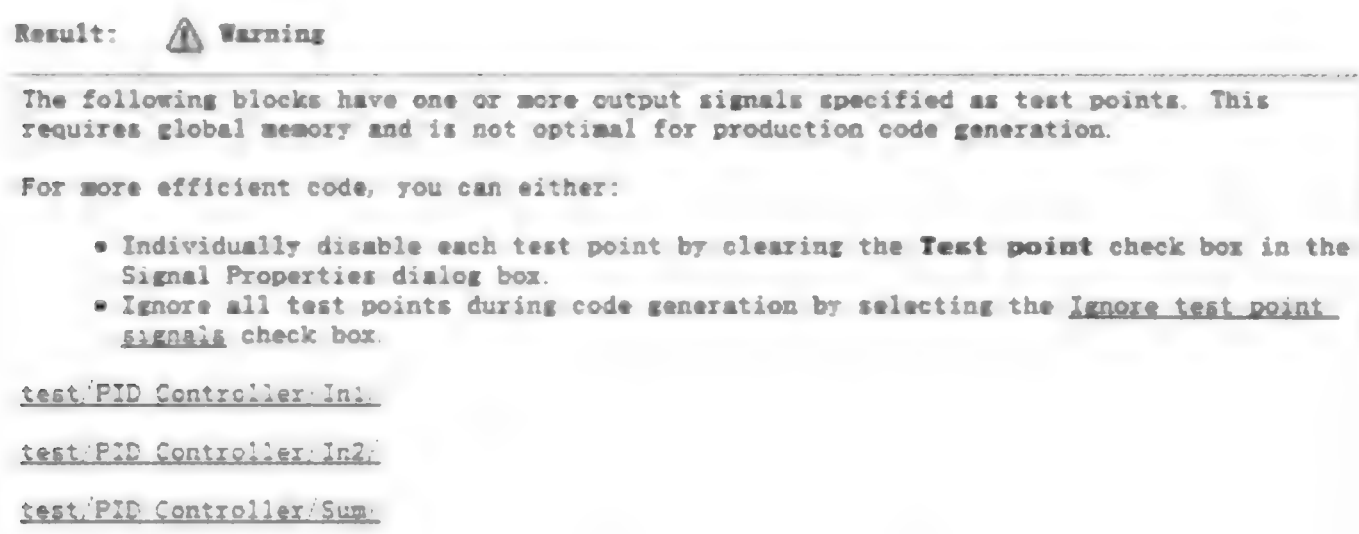

图 9.9.13 存疑的代码工具任务界面
(6) Identify questionable code instrumentation 警告项中提示测试点会影响代码优化的效果,如图 9.9.13 所示。